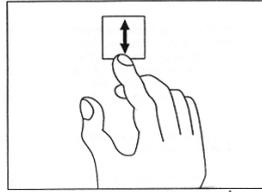

Рисунок 5.4 – Клавиша вертикального перемещения
- 6) Установите требуемое фокусное расстояние, выключив соответствующий тормоз вертикального перемещения излучателя (клавиша на пульте управления колонны – рисунок 5.4).